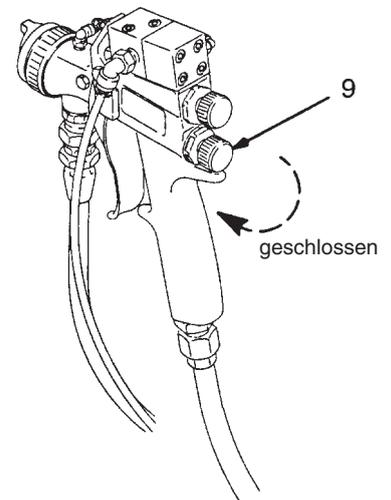

Fig. 11
- D. Für eine weitere Reduzierung des Kleberflussvolumens an der Pistole, Materialreglerknopf (9) im Uhrzeigersinn drehen, dies verringert die Kleberabgabe. Siehe Abb. 11.